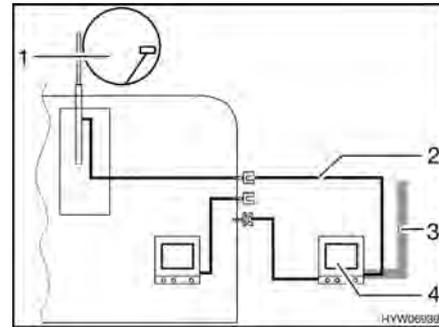

Fig. 120 TV nella tenda veranda
- TV nella tenda veranda (Fig. 120,4): Collegamento all'antenna del tetto (Fig. 120,1) con cavo di collegamento (Fig. 120,2)
- TV nella tenda veranda (Fig. 120,4): Collegamento a antenna esterna (Fig. 120,3)